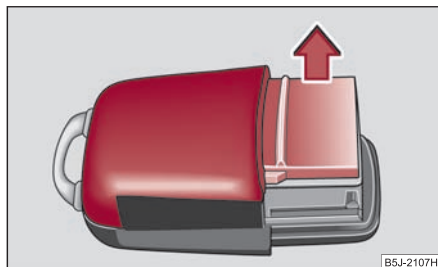

Abb. 34 Deckel des Sendergehäuses
- Nehmen Sie den Deckel des Sendergehäuses \Rightarrow Abb. 34 in Pfeilrichtung ab.